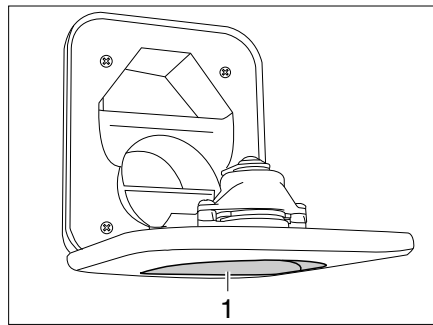

Bild 233 Frischwasser-Einfüllstutzen für Toilette
- Frischwasser-Einfüllstutzen für Toilette (Bild 233,1) oberhalb der Klappe für die Thetford-Kassette öffnen und nach unten schwenken.